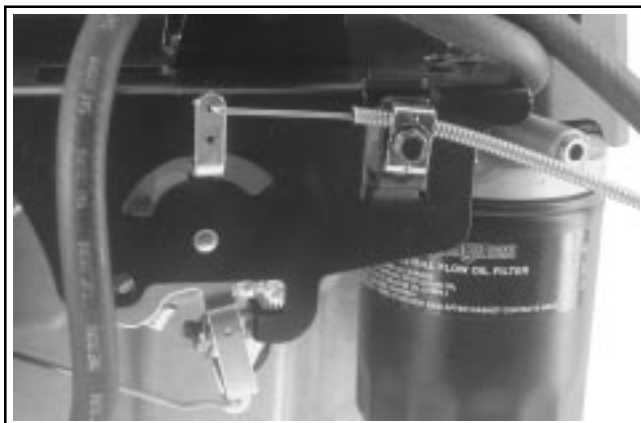

Figure 5-12. Plaque de commande de la vitesse avec commande unique de starter/accélérateur.
Certains moteurs sont équipés d'une commande unique de starter/accélérateur. Cette solution permet de contrôler le starter et le régime du moteur à l'aide d'un seul levier. Voir la Figure 5-12.
1. Desserrer le collier de serrage du câble de l'accélérateur. Voir la Figure 5-12.